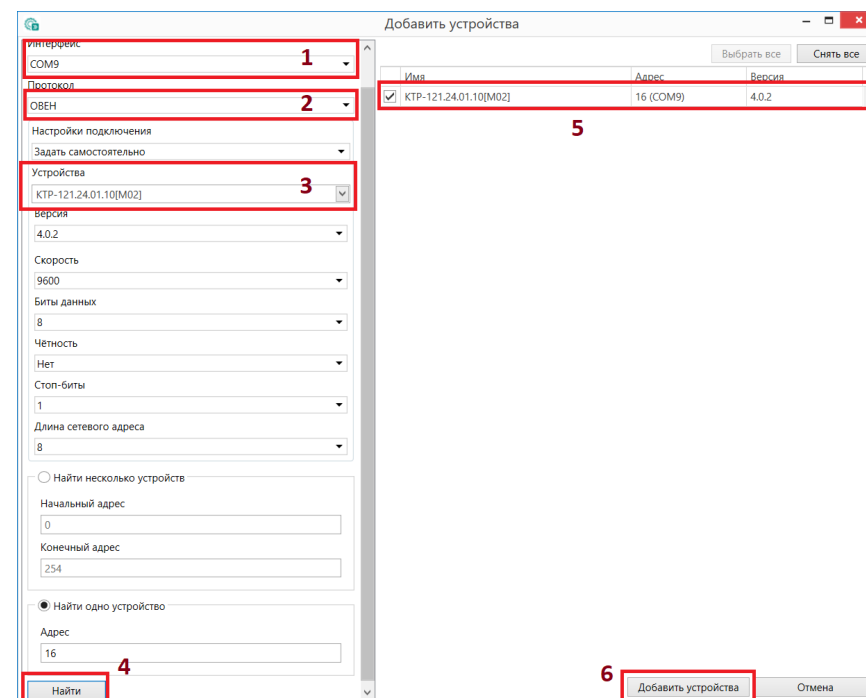

Рисунок 6.1 – Настройки связи с устройством
6. Выбрать интерфейс «Устройство с последовательным интерфейсом USB» (см. рисунок 6.1, 1). Номер COM порта, присвоенный прибору можно узнать в Диспетчере устройств Windows.
7. Выбрать протокол **ОВЕН** (см. рисунок 6.1, 2).
8. Выбрать устройство (Пункт 3 на рисунок 6.1). Модификация КТР-121 указана на боковой стороне прибора.
9. Выбрать «Найти одно устройство», если добавляется один прибор. Запустить поиск нажатием на кнопку «Найти» (см. рисунок 6.1, 4).
10. Выделить найденное устройство (см. рисунок 6.1, 5).
11. Добавить устройство в проект Конфигуратора по нажатию кнопки «Добавить устройства» (см. рисунок 6.1, 6).
1. Нажать на кнопку  **Обновить устройство** в контекстном меню выбранного устройства или в главном меню. Откроется диалоговое окно для смены встроенного ПО устройства. Допускается обновление одного или нескольких устройств. Устройства следует выделить в области устройств (см. рисунок 6.1, 5) и выбрать **Обновить устройство** в контекстном меню или главном меню.